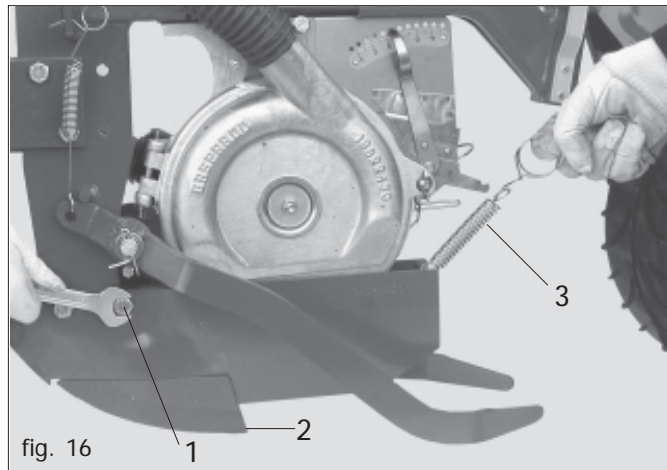

fig. 16
- 2) Se montata, togliere la vite antirimbalzo (1 Fig. 16);
- 3) Sganciare l'assolcatore (2 Fig. 16) togliendo la molla (3);